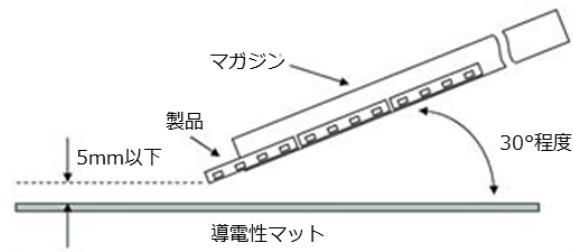

図4-1 マガジンからの取り出し方法
- ① 製品を取り出す際には、マガジンの傾きを 30°程度にし、製品が勢いよく飛び出さないようにしながら導電性(静電)マットの上に出すようにして下さい。(図4-1)